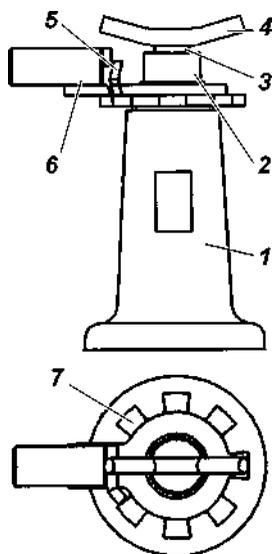
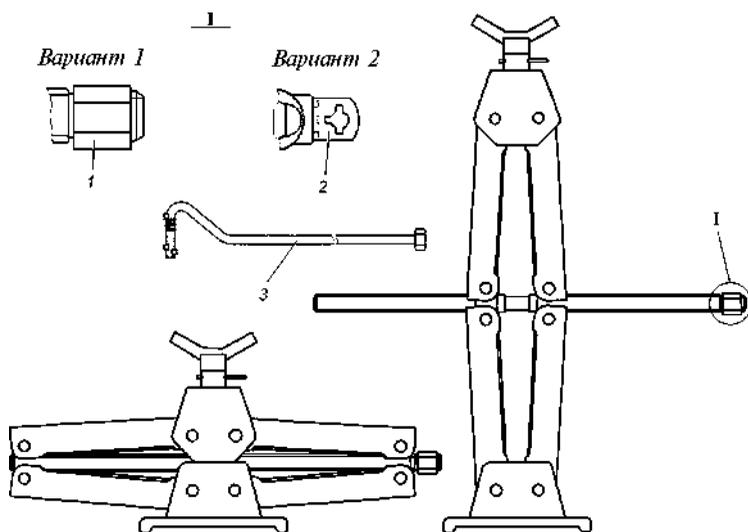

Рис. 10.1. Домкрат:
Рис. 10.2. Домкрат:
**Домкрат** (рис. 10.1 или 10.2) предназначен для вывешивания колес автомобиля при его техническом обслуживании или
ремонте. Грузоподъемность домкрата, приведенного на рис. 10.1 - 2 т, на рис. 10.2 - 1 т. Наибольшая высота подъема домкрата, приведенного на рис. 10.1 - 410 мм, на рис. 10.2 - 380 мм.
**Последовательность действий для вывешивания колеса при применении домкрата, приведенного на рис. 10.1:**
**Последовательность действий для вывешивания колеса при применении ромбического домкрата, приведенного на рис. 10.2:**